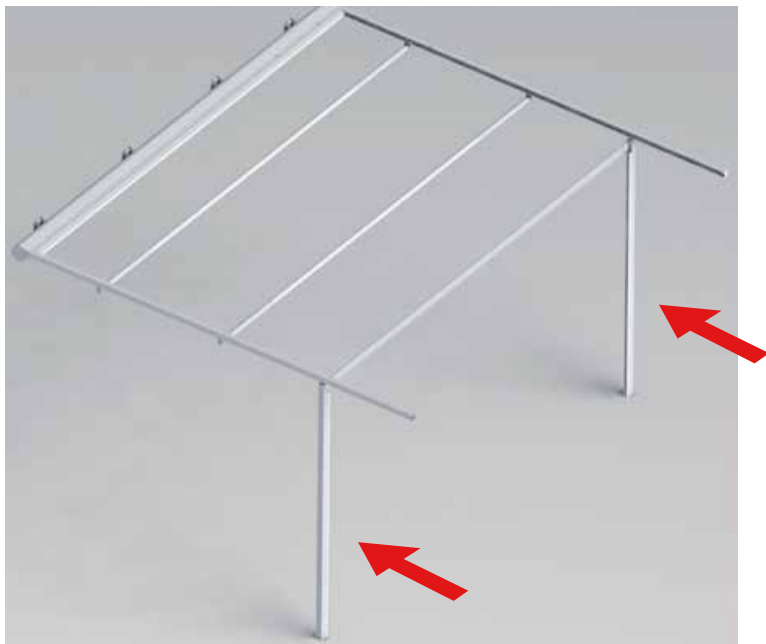
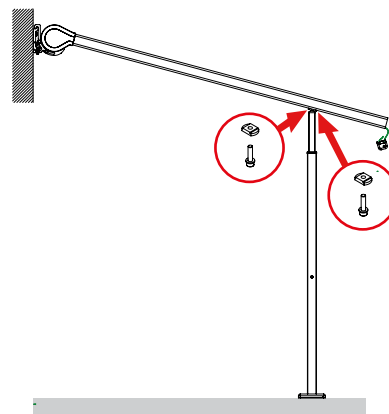

Fig. 26. Mise en place des poteaux avec le profilé dans les coulisses de la MATERA
Fig. 27. Verrouillage des poteaux.
► Insérez les poteaux avec les coulisses du RS SMART et avec le profilé installé dans les coulisses de la MATERA. (Fig. 26.) Verrouillez-les ensuite en serrant les vis (Fig. 27.)